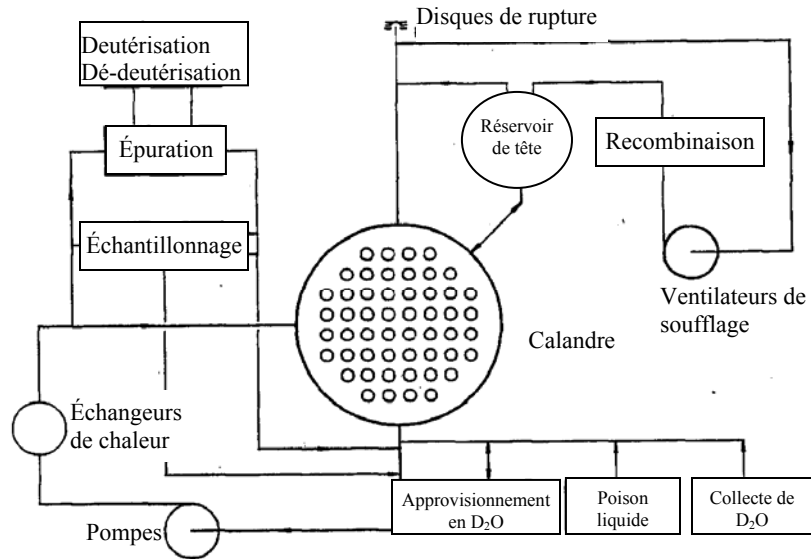
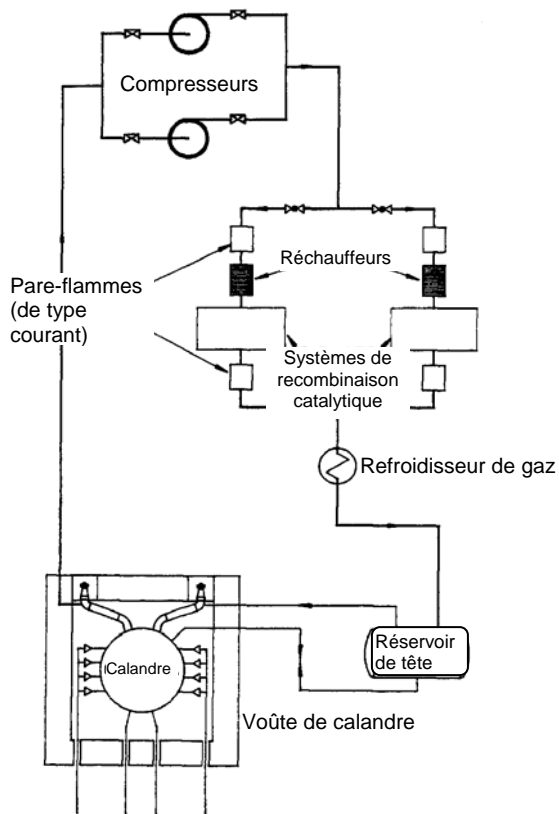
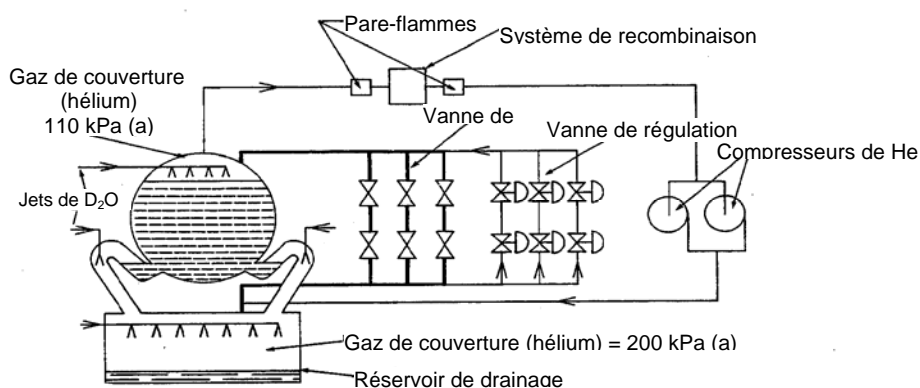

Figure 13.1
Figure 13.2
Figure 13.3
La figure 13.1 illustre les liens entre les circuits auxiliaires et le circuit principal. À noter que la pression de la pompe du modérateur fournit un débit dans l'ensemble du circuit d'épuration.
La figure 13.1 n'est pas un schéma réaliste. Les circuits diffèrent d'une centrale à l'autre. Par exemple, certaines centrales raccordent le circuit d'épuration en aval aux échangeurs de chaleur, en tirant parti du D_2O froid qu'il contient. D'autres centrales raccordent le circuit d'épuration à la décharge de pompe afin d'obtenir un meilleur débit, et comporte un échangeur de chaleur du circuit d'épuration distinct.
La figure 13.2 et le coin supérieur droit de la figure 13.1 illustrent le circuit du gaz de couverture. La figure 13.3 illustre l'aménagement d'un circuit doté d'un réservoir de drainage.
Les disques de rupture protègent également la calandre contre la pression élevée. La figure 13.1 illustre ces disques.
Les figures 13.2 et 13.3 illustrent plusieurs caractéristiques courantes. Nous allons les décrire d'abord, puis discuter des fonctions additionnelles du circuit du gaz de couverture du modérateur pour les réacteurs qui possèdent un dispositif de drainage du modérateur.
- Un réservoir de tête permet de maintenir un plein niveau dans la calandre du circuit sans drainage. Le gaz de couverture remplit les conduites au-dessus de la calandre. La figure 13.2 illustre le réservoir de tête et les conduites.
La figure 13.3 illustre les buses d'aspersion de la calandre qui refroidissent la calandre exposée, les tubes de calandre et les tubes guides. La figure illustre des dispositifs d'aspersion semblables pour l'orifice de drainage et le réservoir de drainage. Les dispositifs d'aspersion fonctionnent en continu, lorsque le modérateur se trouve dans la calandre et lorsqu'il se trouve dans le réservoir de drainage.